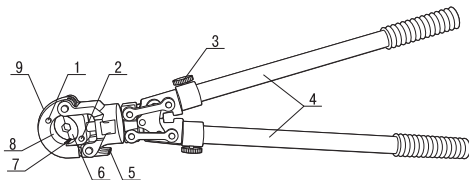

Рисунок 1
- а) отвернуть винт 3 (смотри рисунок 1);
- набор матриц (количество полуформ в наборе) – 1 (22) шт.;
3.4 Нажмите на кнопку 1 (смотри рисунок 1) и установите полуформу 8 матрицы по направляющим 7 (номер матрицы должен быть равен номеру наконечника).